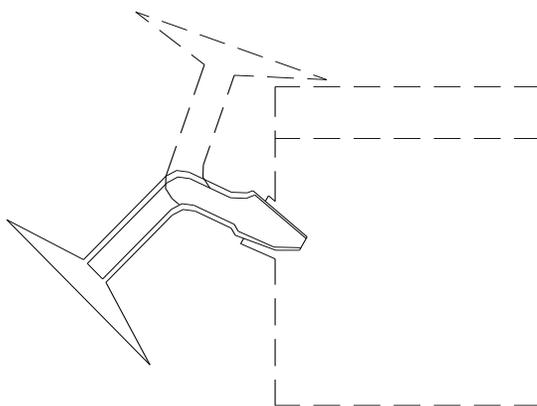

图7-2
3、取下电解池进样口旋塞，把进样器按图7-2中实线所示插入进样口。将固体进样器旋转180度，如图7-2虚线所示，使试样落入试剂中，一直到测定完毕。固体试样落入试剂时不得接触到电解电极和测量电极。